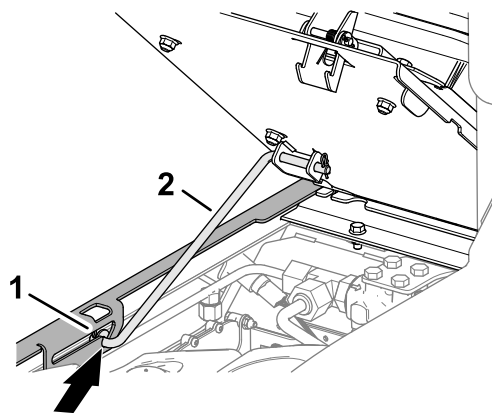

Рисунок 64
3. Проследите, чтобы передняя опорная стойка была установлена в углубление паза в пластине направляющей опорной стойки (Рисунок 64).